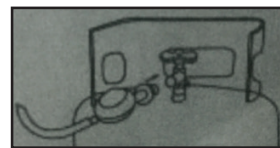

Fig. 1
Raccordement du détendeur au robinet d'équerre de la bouteille de gaz (Fig. 1- 3)
1. Tournez le robinet d'équerre de la bouteille de gaz vers la droite jusqu'à la position de fermeture complète et insérez le détendeur dans le robinet d'équerre de la bouteille de gaz. (Fig. 1)